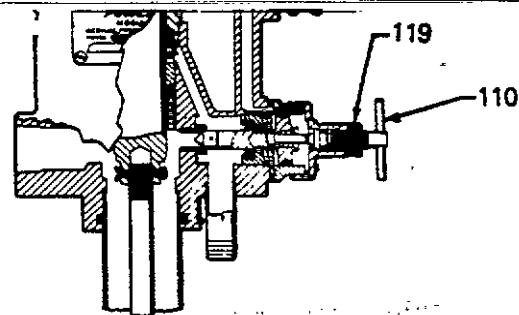

Fig 2
Pour réaliser la circulation produit, ouvrir le Relax-A-Valve en desserrant l'écrou de blocage (119) et en tournant la poignée en T (110) aussi loin que possible en sens *anti-horaire*. Démarrer la pompe et faire circuler le produit dans le système. Arrêter la pompe et fermer le Relax-A-Valve ou le passer en position automatique. Voir Fig. 2.